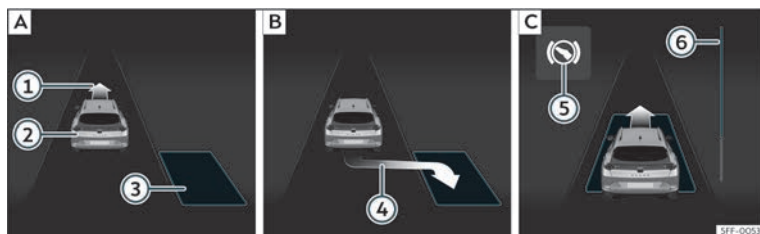
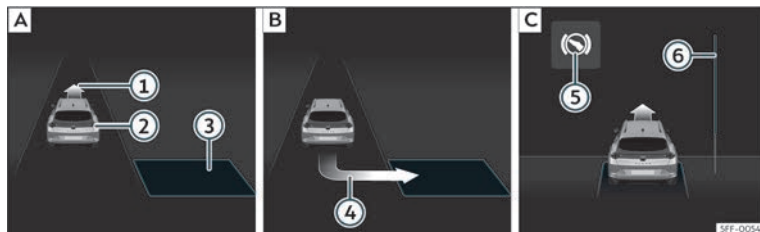

Abb. 180 Am Bildschirm des Kombi-Instruments: längs einparken. **A** Parklücke suchen. **B** Position zum Einparken. **C** Rangieren.
Abb. 181 Am Bildschirm des Kombi-Instruments: quer einparken. **A** Parklücke suchen. **B** Position zum Einparken. **C** Rangieren.
- Schauen Sie auf der Bildschirmanzeige im Kombi-Instrument, ob die Parklücke als „geeignet“ erkannt wurde und ob die korrekte Position zum Einparken»» **Abb. 180** [B] oder»» **Abb. 181** [B] erreicht wurde. Die Parklücke wird als „geeignet“ betrachtet, wenn auf dem Bildschirm des Kombi-Instruments die Anzeige zum Einparken erscheint ④.
- Fahren Sie rückwärts, bis das Dauertonsignal des ParkPilot ertönt; **ODER:** fahren Sie zurück, bis auf dem Bildschirm des Kombi-Instruments die Anzeige für Vorwärtsfahren »» **Abb. 180** [C] oder»» **Abb. 181** [C] erscheint; **ODER:** fahren Sie zurück, bis am Bildschirm des Kombi-Instruments die Meldung **Park Assist beendet** erscheint. Die Fortschrittsanzeige ⑥ zeigt den zurückzulegenden Abstand an»» Seite 296.
- Fahren Sie vorwärts, bis das Dauertonsignal des ParkPilot ertönt; **ODER:** fahren Sie vorwärts, bis am Bildschirm des Kombi-Instruments die Anzeige zur Rückwärtsfahrt erscheint. Der Parklenkassistent lenkt das Fahrzeug vorwärts und rückwärts bis es in der Parklücke zentriert ist»» **Abb. 180** [C] oder»» **Abb. 181** [C].
Die Fortschrittsanzeigen »» **Abb. 180** ⑥ und»» **Abb. 181** ⑥ am Bildschirm des Kombi-Instruments zeigt symbolisch die noch zu fahrende relative Fahrstrecke an. Je länger die Distanz ist, desto größer ist der Füllstand des Fortschrittsbalkens. Bei Vorwärtsfahrt nimmt die Füllung des Fortschrittsbalkens nach oben ab und bei Rückwärtsfahrt nimmt die Füllung des Fortschrittsbalkens nach unten ab.